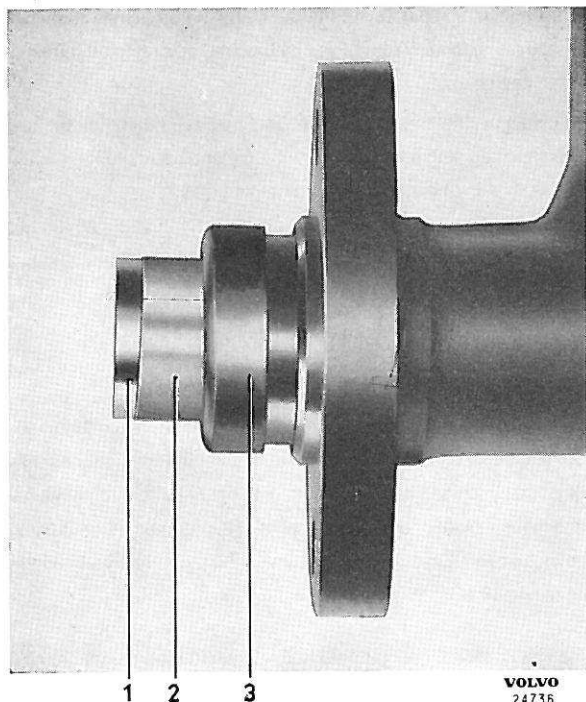

Fig. 45. Montage du piston.
ture (9). Il est recommandé de se servir d'une lame de laiton avec laquelle on fait un tube servant de guide au joint, voir Fig. 45. Comprimer le ressort et monter la tige de commande (5), la rondelle (8) et le circlips (7).